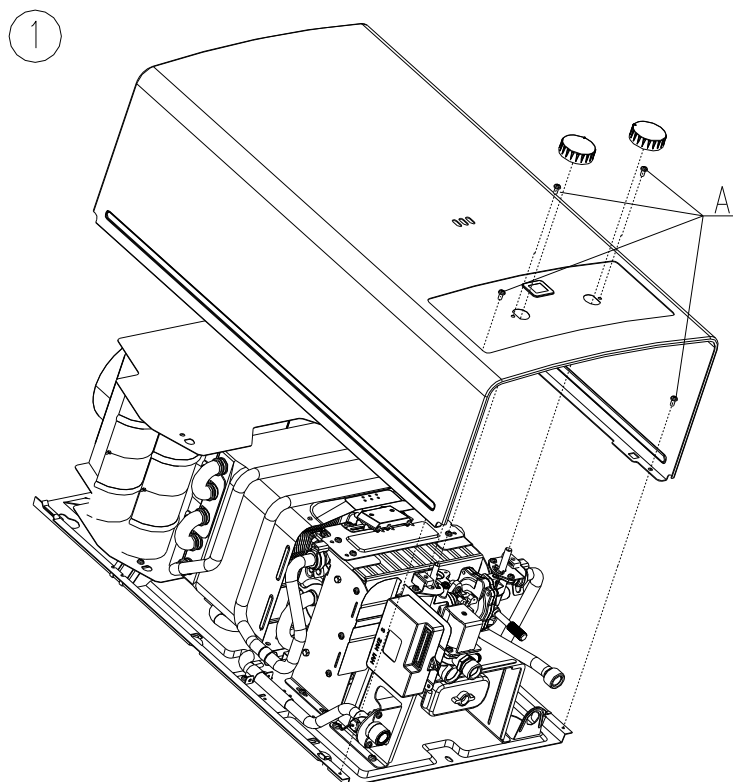

fig.15
1. Cierre el suministro de gas y agua. Quite los 4 tornillos y la perilla en el panel frontal del aparato (fig.15, paso A) y retire la cubierta frontal, el técnico tendría que mover la cubierta frontal hacia abajo y aflojar la conexión del clip.